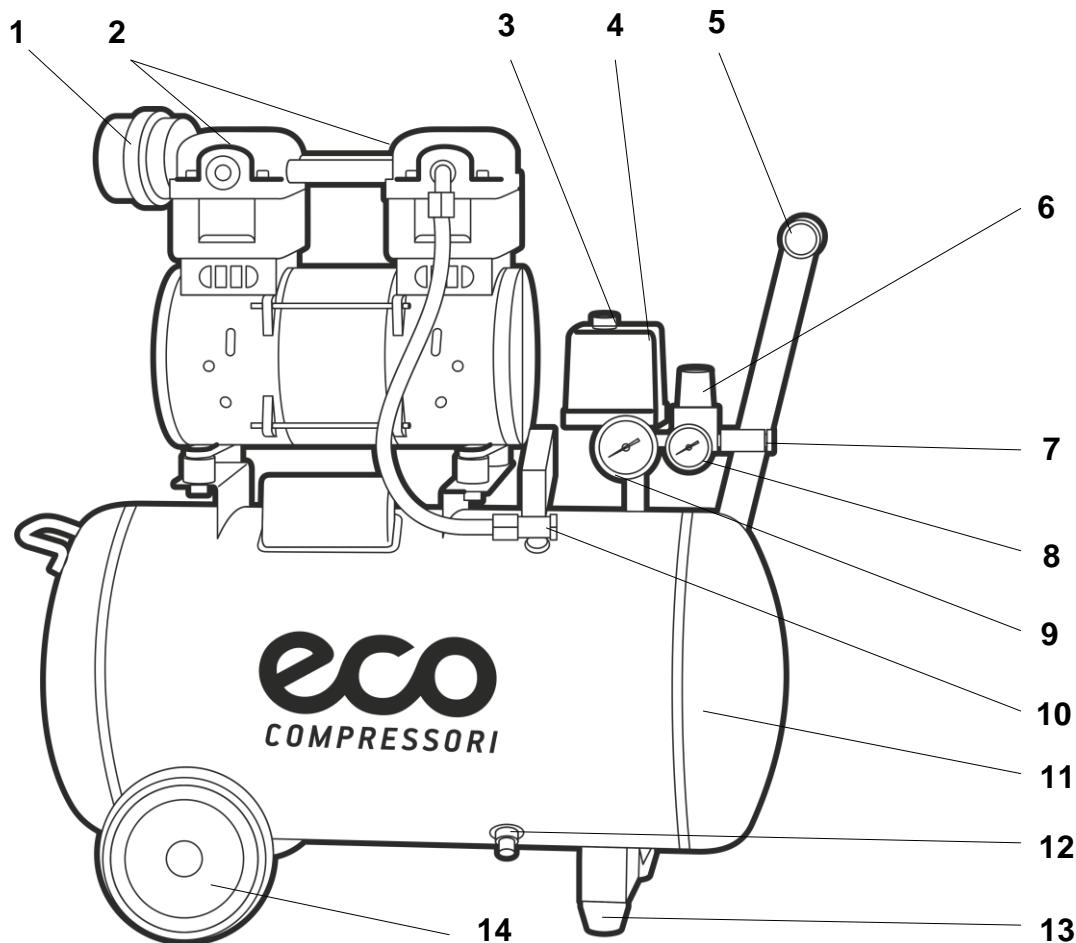

Рисунок 1
Убедитесь, что переключатель 3 находится в выключенном положении (см. рис.1).
Через быстроразъемное соединение 7 (см. рис.1) и, используя соответствующую пневмоаппаратуру и трубопроводы, соедините компрессор с потребителями сжатого воздуха.
После завершения вышеперечисленных операций компрессор готов к эксплуатации. Проверьте, чтобы переключатель 3 (см. рис.1) находился в положении «OFF».
При первом запуске компрессора, оставьте его поработать на время приблизительно 5 минут с полностью открытыми кранами выпуска воздуха. По истечении этого времени, закройте кран и проверьте, чтобы компрессор нагнетал воздух в ресивер 11 (см. рис.1) и останавливался автоматически по достижении максимального давления, указанного на компрессоре, а также на индикаторе манометра.
После первых 10 часов и каждые 3 месяца работы компрессора проверьте и при необходимости подтяните винты головок цилиндров компрессорной группы 2 (см. рис. 1). В результате теплового расширения металла цилиндров компрессора затяжка винтов может быть ослаблена. Для предотвращения срыва витков резьбы в цилиндрах компрессора, при затягивании винтов не прилагайте чрезмерного усилия.
**ВНИМАНИЕ!** Реле давления (прессостат) 4 (см. рис.1) отрегулировано изготавителем, и не должно подвергаться регулировкам со стороны пользователя. Компрессор оборудован устройством тепловой защиты от перегрузок — тепловым реле. При продолжительной работе и чрезмерном потреблении сжатого воздуха возможно автоматическое отключение компрессора вследствие перегрева. При срабатывании теплового реле нельзя включать компрессор и необходимо
- срабатывания реле давления (прессостата) 4 (см. рис.1) при максимальном давлении в ресивере 11 (см. рис.1).
**ВНИМАНИЕ!** По окончании работы полностью выпускайте сжатый воздух из ресивера 11 (см. рис.1).
При помощи регулятора давления 6 (см. рис.1), установите требуемое значение: при повороте ручки по часовой стрелке давление увеличивается, при повороте против часовой стрелки – уменьшается.
Значение давления указано на манометре 8 (см. рис.1).
Перед каждым включением компрессора следует сливать накопившийся в ресивере 11 (см. рис.1) конденсат. Слив конденсата осуществляйте следующим способом:
— установите в ресивере 11 (см. рис.1) давление воздуха равное 0,1–0,2 МПа (1-2 bar), выпуская сжатый воздух.
**ВНИМАНИЕ!** Если в ресивере 11 (см. рис.1) сжатый воздух находится под большим давлением, то при открытии крана для слива конденсата 12 (см. рис.1) произойдет выброс конденсата со значительной силой;
— установите под ресивер 11 (см. рис.1) поддон для слива конденсата;
— откройте кран 12 (см. рис.1) и слейте конденсат в поддон;
- Проверьте клапаны поступления и отвода воздуха, расположенные под головкой компрессорной группы 2 (см. рис.1). Очистите или при необходимости замените клапанные пластины и прокладки – производится в сервисном центре.